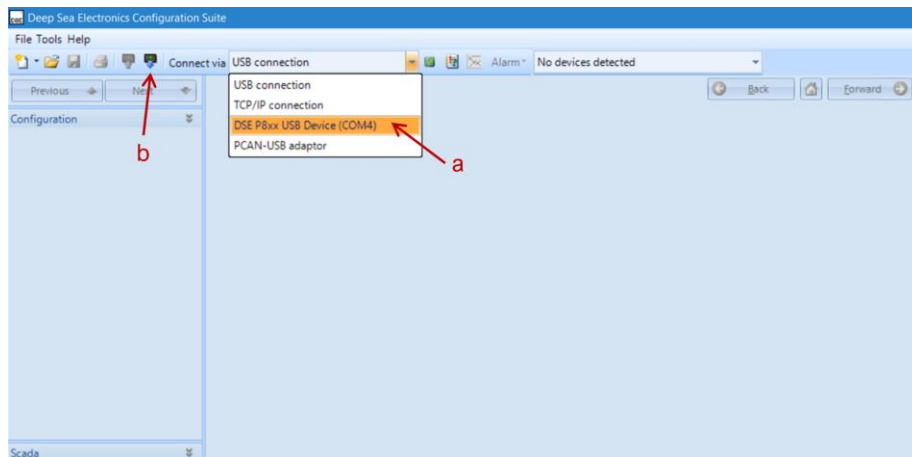

Fig. 3
Paso 1; Selección de vía de conexión (fig. 3):